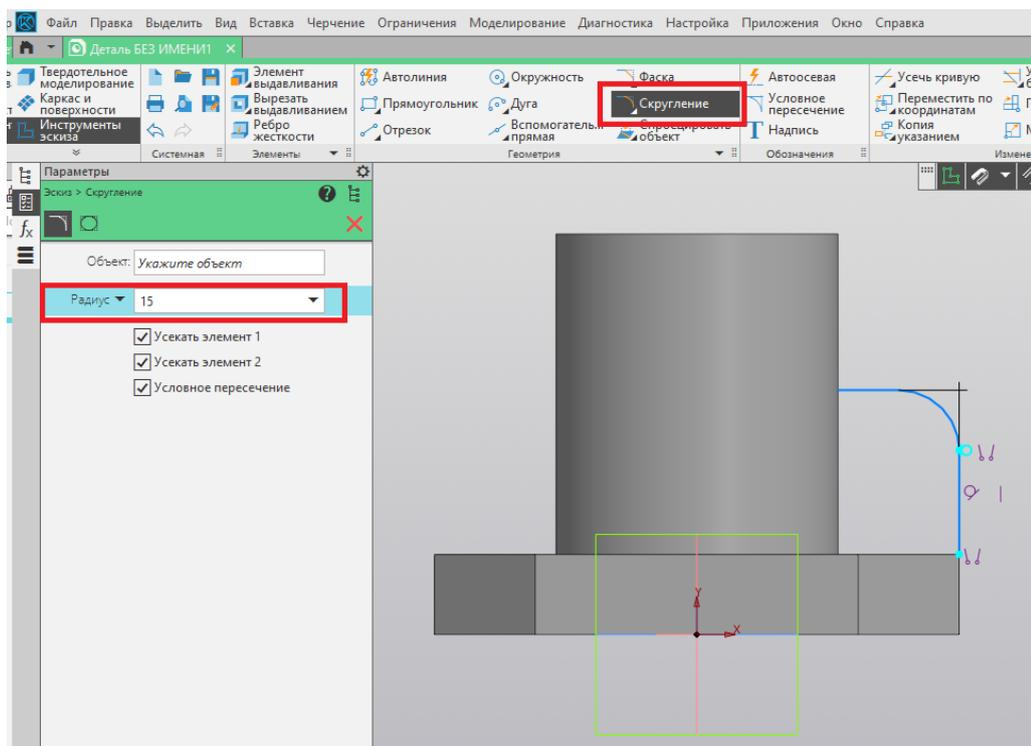

Рис. 85
13. При помощи команды «Скругление» сопрягаем два отрезка окружностью радиусом 15 мм (рис. 85).